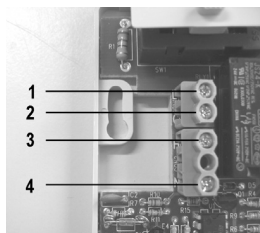

**Afbeelding 3**
- Verwijder de bevestigingsschroef in het linker, nu vrijliggende gat (zie afb. 3).